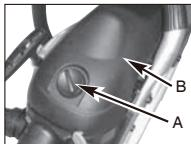

Fig. 18A
2. Retire el pomo (A) que sujetla la cubierta del filtro de aire en su lugar y retire la cubierta superior (B) aflojando los tornillos que sujetan la cubierta. La cubierta se levantará. (Fig. 18A)